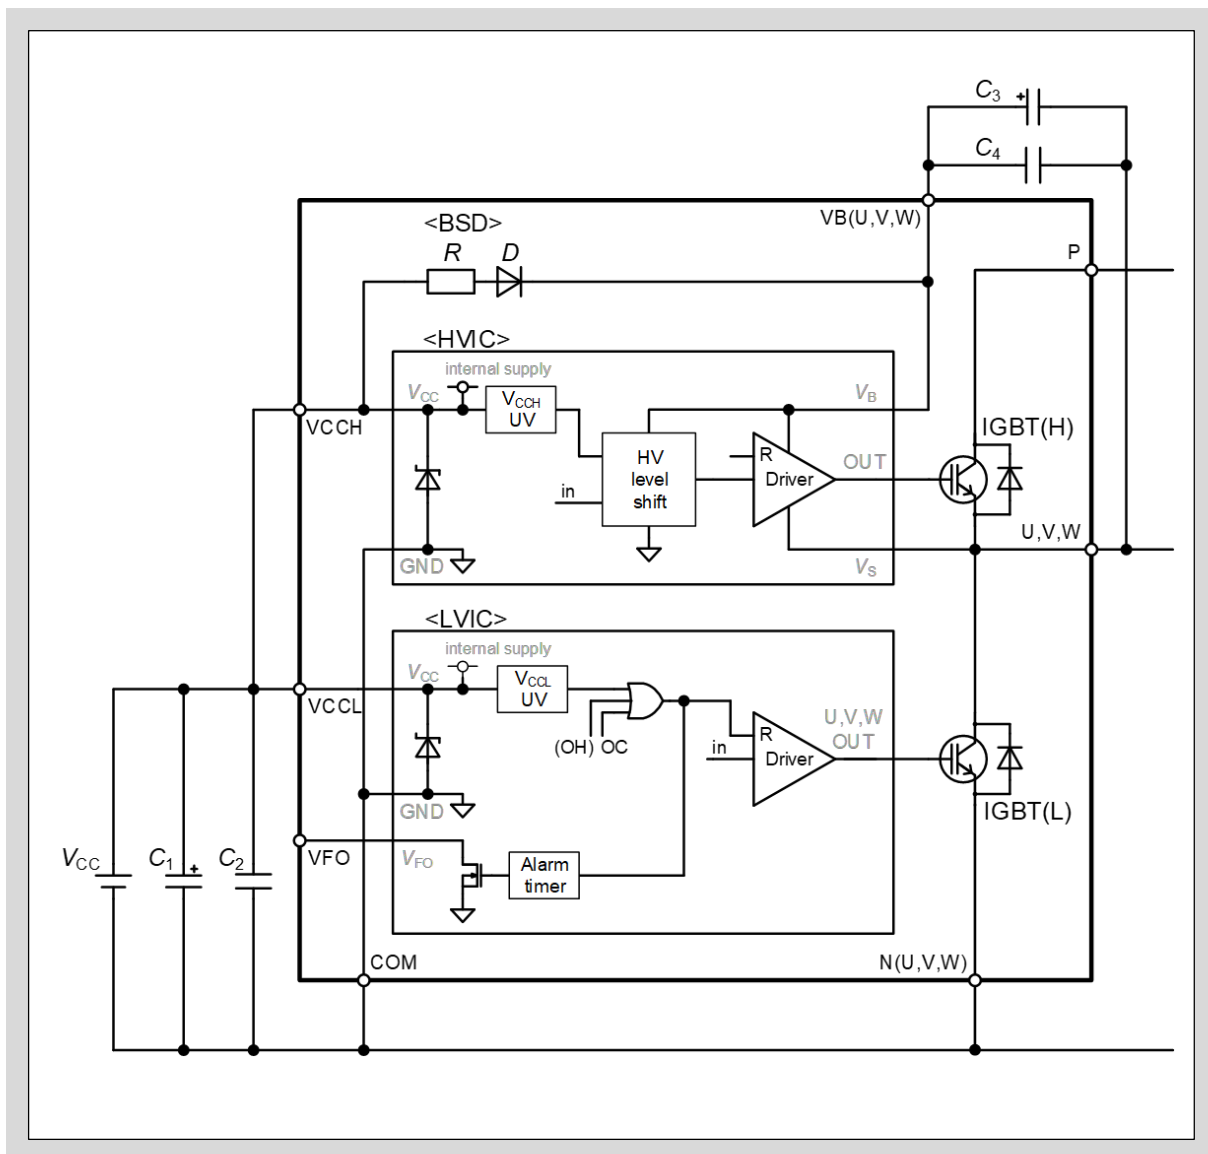

図3-1 ハイサイド・ローサイド制御電源端子VCCH、VCCL の低入力電圧保護回路
- 図3-1にVCCHとVCCLの低入力電圧保護回路を示します。
- 図3-1に示すようにVCCH-COMとVCCL-COM端子間にダイオードを挿入しています。これらのダイオードは本製品をサージ入力から保護する目的であるため、電圧クランプダイオードとして使用しないでください。本製品が破壊する恐れがあります。